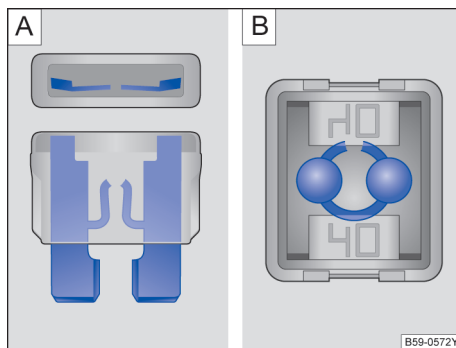

图 135 烧断的保险丝：A 扁平插入式保险丝，B 方块型保险丝
- 烧断的扁平插入式保险丝 (ATO®、MINI®) 可从上面和侧面透过透明外壳通过熔断的金属条来识别 → 图 135 A。
- 对于烧断的方块型保险丝（JCASE®），烧断的金属条可从上面透过透明的外壳来识别→图 135 B。